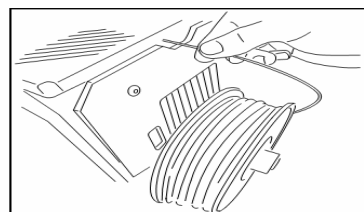

Figure 3.18 Charge du filament (Vue arrière)
- Le chargement du filament se fera par l'arrière de la machine à travers la pièce de raccord de passage qui est rattachée au guide de Fibonacci (fig. 3.18). Il est très important de placer correctement la bobine et que le filament sorte à droite de la bobine. Coupez la pointe du filament en diagonale avec des ciseaux pour faciliter l'entrée du fil par le tube.